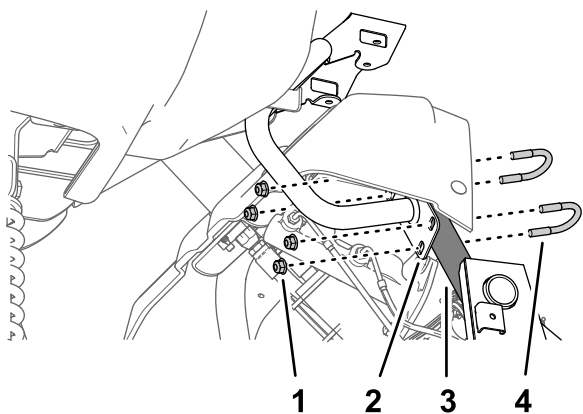

图162
3. 用2个U形螺栓和4个凸缘锁紧螺母5/16英寸将监控器安装架的底板组装到机器底板的支撑管上图162。